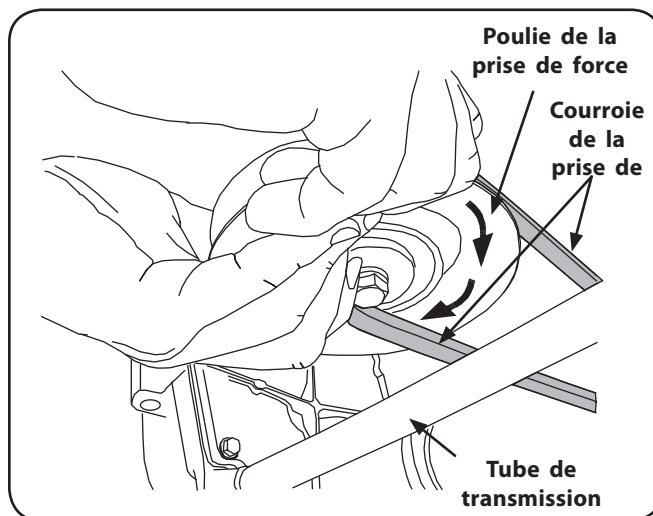

Figure 7-4
4. Tenez la courroie et continuez à tourner la poulie de la prise de force jusqu'à ce que la courroie soit complètement dégagée de la poulie. Voir la Figure 7-4.
- Tirez le côté droit de la courroie vers l'arrière et placez le côté en V de la courroie dans la gorge avant droite de la poulie de la prise de force. Voir la Figure 7-4.